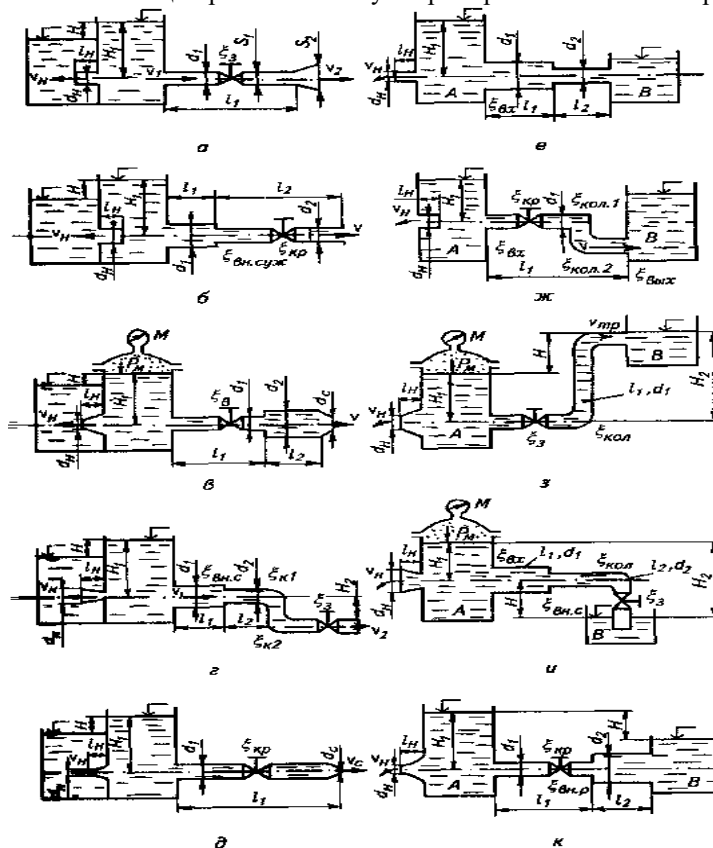

Рис. 5 К задачам 3.1...3.10. Местные сопротивления и истечение жидкости через отверстия и насадки
**Задачи.** Ниже приведены условия и некоторые примеры решения задач, посвященных истечению жидкости через отверстия и насадки. Пояснительные рисунки к задачам сгруппированы и представлены на рис. 5. Исходные данные для решения задач содержатся в таблице.
**Задача 3.1.** Из открытого резервуара при постоянном напоре  $H_1$  вытекает вода: с одной стороны — в атмосферу по короткому трубопроводу диаметром  $d_1$  и длиной  $l_1$  с диффузором на конце, площадь живого сечения которого за расширением  $S_2 = 2S_1$ ; с другой стороны — через затопленный внешний цилиндрический насадок (насадок Вентури) диаметром  $d_n$  и длиной  $l_n = 5 d_1$  в другой резервуар. Разность уровней в резервуарах  $H$  (рис. 5, а). Температура воды  $t = 50^\circ\text{C}$ .
**Задача 3.2.** К открытому резервуару подсоединены короткий стальной трубопровод, состоящий из двух участков длиной  $l_1$  и  $l_2$ , диаметрами  $d_1$  и  $d_2$ , и внутренний цилиндрический насадок (насадок Борда) диаметром  $d_n$  и длиной  $l_n = 5 d_n$  (рис. 5, б). Истечение по короткому трубопроводу происходит в атмосферу под постоянным напором  $H_1$ , принять коэффициент сопротивления крана  $\xi_{\text{кр}} = 3$ .
**Задача 3.3.** К закрытому резервуару, на свободной поверхности которого действует манометрическое давление  $P_m$ , подсоединены чугунный трубопровод переменного сечения диаметрами  $d_1$ ,  $d_2$  заканчивающийся соплом диаметром  $d_c = d_1$ , и конически сходящийся насадок диаметром выходного сечения  $d_n$  и длиной  $l_n = 5 d_n$ . Трубопровод и насадок подсоединены на глубине  $H_1$ . На первом участке длиной  $l_1$  установлен вентиль, коэффициент сопротивления которого  $\xi_v = 4$ . Длина второго участка  $l_2$ . Коэффициент сопротивления сопла  $\xi = 0,06$ , сжатие струи на выходе из сопла отсутствует (рис. 5, в).
**Задача 3.4.** Истечение происходит из открытого резервуара при постоянном напоре воды  $H_1$  по короткому трубопроводу переменного поперечного сечения диаметрами  $d_1$  и  $d_2$  в атмосферу и из конически расходящегося насадка диаметром выходного сечения  $d_n$  и длиной  $l_n = 5 d_n$  под уровень (рис. 5, г). Разность Уровней  $H_2 = 1,5 \text{ м}$ .
**Задача 3.5.** Из открытого резервуара по короткому стальному трубопроводу постоянного поперечного сечения  $d_1$  и длиной  $l_1$ , который заканчивается соплом диаметром  $d_c = 0,5 d_1$ , вытекает вода при  $t = 30^\circ\text{C}$  в атмосферу. Истечение происходит под напором  $H_1$  (рис. 5, д). Коэффициент сопротивления крана принять равным  $\xi_k = 2,5$ . С другой стороны к резервуару подсоединен коноидальный насадок диаметром выходного сопла  $d_n$  и длиной  $l_n = 5 d_n$ .
**Задача 3.6.** Вода при температуре  $t = 15^\circ\text{C}$  из резервуара  $A$  подается в резервуар  $B$  по трубопроводу, состоящему из двух участков длиной  $l_1$  и  $l_2$ , диаметрами  $d_1$  и  $d_2$ . Коэффициент гидравлического трения принять равным  $\lambda = 0,03$ . С другой стороны на том же уровне к резервуару  $A$  подсоединен внешний цилиндрический насадок (насадок Вентури) диаметром  $d_n$  и длиной  $l_n = 5 d_n$  (рис.5, е).
**Задача 3.7.** Вода при температуре  $t = 15^\circ\text{C}$  из резервуара  $A$  подается в резервуар  $B$  со скоростью  $v = 0,5 \text{ м/с}$  по стальному трубопроводу диаметром  $d_1$  и длиной  $l_1$ . Уровень воды в баке  $A$  поддерживается постоянным. Коэффициенты сопротивления входа в трубу  $\xi_{вх} = 0,5$ ; крана  $\xi_{кр} = 1,5$ ; колена без закругления  $\xi_{кол1} = 0,25$ ; колена с закруглением  $\xi_{кол2} = 0,14$ . На глубине  $H_1$  к резервуару подсоединен внутренний цилиндрический насадок (насадок Борда) диаметром  $d_n$  и длиной  $l_n = 5 d_n$  (рис. 5, ж).
**Задача 3.8.** Из резервуара  $A$ , заполненного водой на высоту  $H_1$  и находящегося под манометрическим давлением  $P_m$ , вода подается по стальному трубопроводу длиной  $l_1$  и диаметром  $d_1$  в резервуар  $B$  на высоту  $H$ . К резервуару  $A$  на глубине  $H_1$  подсоединен конически сходящийся насадок диаметром выходного сечения  $d_n$  и длиной  $l_n = 5 d_n$  (рис. 5, з).
**Задача 3.9.** Из резервуара  $A$ , на свободной поверхности которого избыточное давление  $P_m$ , вода температурой  $t = 15^\circ\text{C}$  поступает в резервуар  $B$  по трубопроводу переменного сечения, состоящему из двух участков длиной  $l_1$  и  $l_2$  и диаметрами  $d_1$  и  $d_2$ . Разность уровней в резервуарах  $h = H_1 - H$  (рис. 5, и).
**Задача 3.10.** Вода при температуре  $t = 20^\circ\text{C}$  подается из резервуара  $A$  в резервуар  $B$  по короткому трубопроводу, состоящему из двух участков длиной  $l_1$  и  $l_2$ , диаметрами  $d_1$  и  $d_2$ . Разность уровней в резервуарах равна  $H$ . На глубине  $H_1$  к резервуару  $A$  подсоединен коноидальный насадок диаметром выходного сечения  $d_n$  и длиной  $l_n = 5 d_n$ . (рис. 5, к).